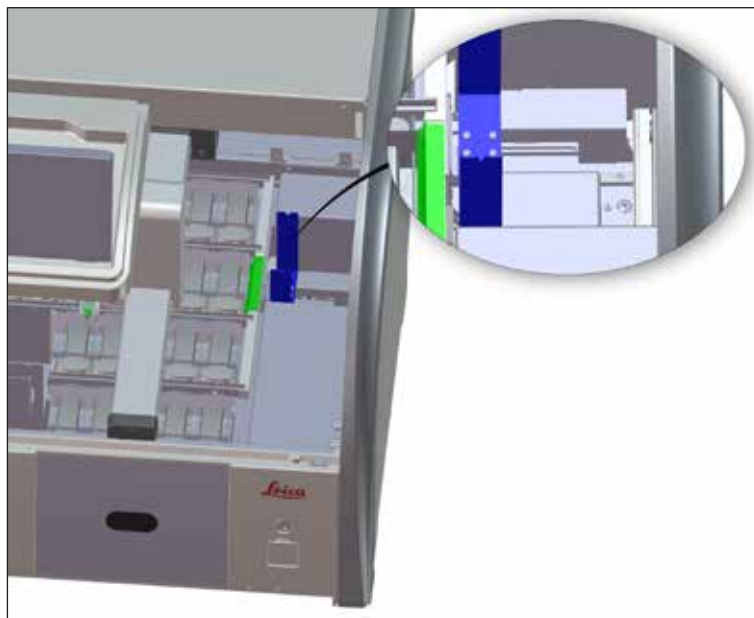

Рис. 96
- Регулярно проверяйте станцию передачи (→ "Рис. 96") на отсутствие остатков реактивов, при необходимости очищайте ее с помощью мягкого бытового чистящего средства с нейтральным значением pH.